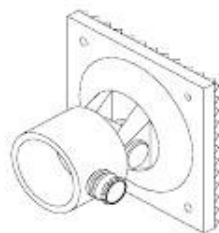

Abb. 1-10. Scharnierkopf
g. Scharnierkopf. Der Scharnierkopf (Abb. 1-10) ist ähnlich dem starren Kopf, er schwenkt aber aus der Vertikalen um 45° in beide Richtungen um die Scharnierachse und macht die Stütze so zu einer „Raker“-Erstabstützung im Winkel von 45°.